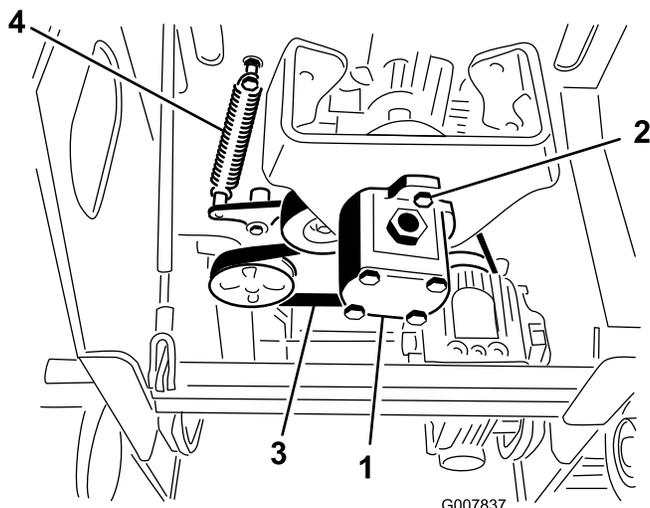

Bild 49
5. Lösen Sie die 2 Pumpenschrauben (Bild 49).
6. Drehen Sie die Pumpe nach links und lassen Sie sie nach unten, von der Riemenscheibe weg, ab (Bild 49).
7. Ziehen Sie das Ende der Spannscheibe mit einem Federzieher (vom offiziellen Vertragshändler erhältlich) oder einem starren Metallhaken von der Federschraube, um die Riemenspannung zu lösen (Bild 49).